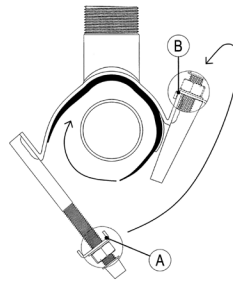

bild 2.
- Skruva upp muttrarna till änden av bulten **utan att skriva av dem**. Öppna oket och kräng det runt röret (bild 2) till lämplig position. På RS2 häktas ena sidans låsbeslag fast på fästkragens överdel.
- Häkta fast låsbeslaget, på RS2 det återstående beslaget, på fästkragens överdel (från A till B bild 2). Kontrollera att okbandet sitter korrekt och att okpackningen ligger an mot röret utan veck. Tryck ihop delarna och fäst muttrarna för hand.